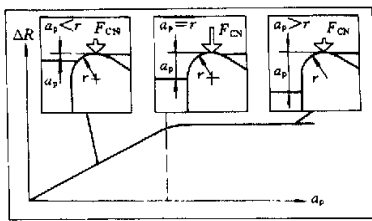

图 4 中的 ΔR 代表
(3) 切深可选择时避免切深等于刀尖圆弧半径 比如刀片的刀尖半径为 0.8mm 不变时, 随着刀片切深的增加, 细长的镗刀或铣刀杆振动倾向在切深 a_p 和刀尖圆弧半径 ($r = 0.8\text{mm}$) 相等时最大, 当切深 a_p 大于刀尖半径 r 后, 刀杆的振动反而被抑制。这就是有些悬伸与直径比值为振动临界点的镗刀和铣刀适当加大切深或者进给量反而降低振动的原因 (图 4)。